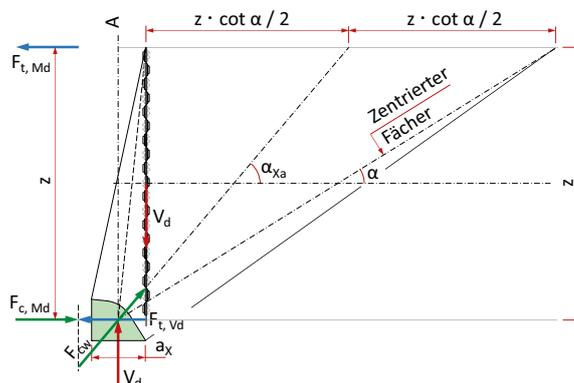

Abb. 4
Für eine PYRAX® Fuge im *Bereich eines Auflagers* in Bauteilen mit Querkraftbewehrung (Abb.4, direkte Auflagerung) gilt Art. 4.3.3.4.1₂₆₂. Der Querkraftnachweis erfolgt im Abstand $z \cdot \cot \alpha$ vom Auflager nach der Gleichung (45)₂₆₂ mit der Betonfestigkeit $f_{cd,X}$.
Die Zugkraft $F_{t,Vd}$ in der Fuge wird anhand der Achsneigung $\alpha_{x,a}$ des auf der Auflagerlinie zentrierten Fächers bestimmt (Abb. 4).